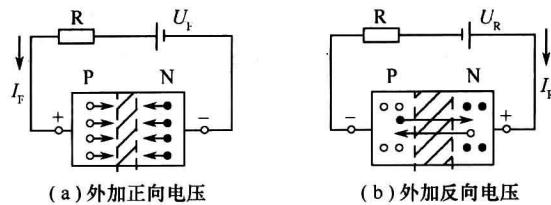

图 1-4 PN 结的单向导电性
(1) 外加正向电压也称正向偏置,简称正偏。当外加正向电压(P区接电源正极,N区接电源负极)时,此时内外电场方向相反。在外电场的作用下,P区的多数载流子(空穴)和N区的多数载流子(电子)都向空间电荷区移动,分别与空间电荷区中的一部分负、正离子中和,使空间电荷量减少,空间电荷区变窄,PN结呈现一个很小的电阻,此时多子扩散形成的正向电流 $I_F$ 较大,如图1-4(a)所示。
(2) 外加反向电压也称反向偏置,简称反偏。当外加反向电压(P区接电源负极,N区接电源正极)时,内外电场方向一致,如图1-4(b)所示。在外电场的作用下,P区的多数载流子(空穴)和N区的多数载流子(电子)远离空间电荷区,使空间电荷量增多,空间电荷区变宽,这一结果有利于少数载流子的